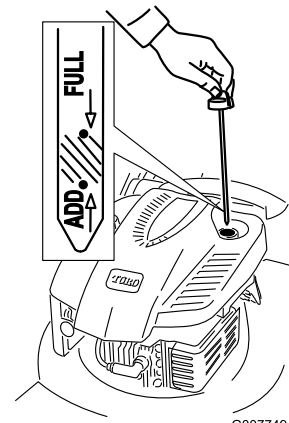

Bild 8
1. Ziehen Sie den Peilstab heraus (Bild 8).
2. Füllen Sie das Öl **langsam** in den Einfüllstutzen ein, um den Ölstand auf die Marke **Voll** am Peilstab anzuheben. Bild 8 **Füllen Sie nicht zu viel ein.** (Max. Füllstand: 0,59 l, Typ: Waschaktives SAE 30-Öl mit der Klassifizierung SF, SG, SH, SJ, SL oder höher durch das American Petroleum Institute (API).
1. Nehmen Sie den Peilstab heraus und wischen Sie ihn ab. Stecken Sie ihn dann ganz ein (Bild 8).
2. Nehmen Sie den Peilstab heraus und prüfen Sie den Ölstand (Bild 8). Wenn der Ölstand unter der **Nachfüll**-Marke ist, gießen Sie **langsam** Öl in den Einfüllstutzen, um den Ölstand auf die **Voll**-Marke am Peilstab anzuheben. **Füllen Sie nicht zu viel ein.** (Max. Füllstand: 0,59 l, Typ: Waschaktives SAE 30-Öl mit der Klassifizierung SF, SG, SH, SJ, SL oder höher durch das American Petroleum Institute (API).